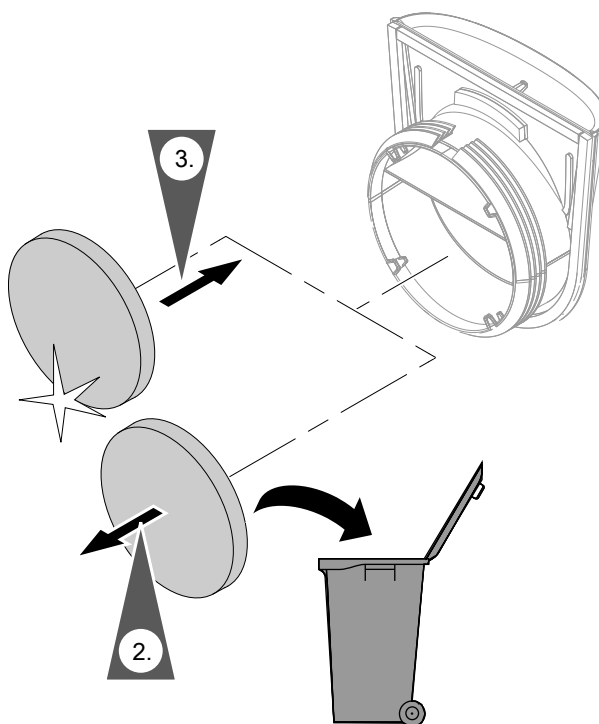

Abb. 23
3. Legen Sie den neuen Filter gemäß Abb. 23 in die Innenwandblende ein.